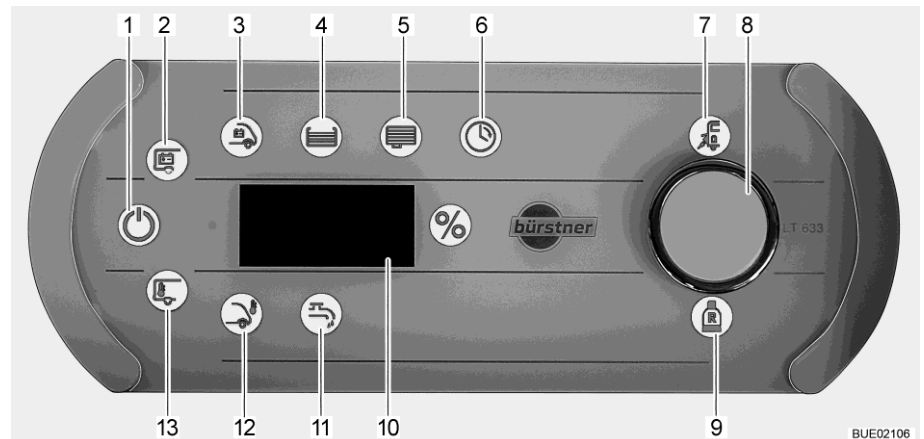

Bild 185 Panel LT 633
Das Symbol Netzkontrolle (Bild 185,7) leuchtet, wenn das Fahrzeug mit 230-V-Netzspannung versorgt wird. Die Batterien werden geladen.
- Den Drehtaster (Bild 185,8) kurz drücken. Das Symbol 12 V EIN (Bild 185,1) leuchtet. Wenn die Symbole 12 V EIN und Wohnraumbatterie (Bild 185,2) dreimal blinken, ist die Spannungsversorgung stillgelegt.
- Den Drehtaster (Bild 185,8) drücken und ca. 5 Sekunden lang gedrückt halten. Das Symbol Wohnraumbatterie (Bild 185,2) blinkt und auf der Anzeige (Bild 185,10) wird "On" angezeigt.
- Den Drehtaster loslassen. Das Symbol 12 V EIN (Bild 185,1) leuchtet. Die Spannungsversorgung ist eingeschaltet.
- Den Drehtaster drehen, bis das Symbol Wasserpumpe (Bild 185,11) leuchtet. Auf der Anzeige wird der momentane Schaltzustand ("On" oder "OFF") dargestellt.
- Den Drehtaster drücken. Der Schaltzustand wechselt von "On" nach "OFF" bzw. von "OFF" nach "On": Die Versorgung der Wasserpumpe ist eingeschaltet bzw. ausgeschaltet. Wenn die Wasserpumpe eingeschaltet ist, leuchtet das Symbol Wasserpumpe (Bild 185,11).
- Den Drehtaster drehen, bis das Symbol Wohnraumbatterie (Bild 185,2) leuchtet. Die Batteriespannung der Wohnraumbatterie wird auf der Anzeige ca. 20 Sekunden lang angezeigt (z. B. "13,8U" für 13,8 Volt).
- Den Drehtaster drehen, bis das Symbol Starterbatterie (Bild 185,3) leuchtet. Die Batteriespannung der Starterbatterie wird auf der Anzeige ca. 20 Sekunden lang angezeigt.
■ Den Drehtaster drehen, bis das Symbol Wassertank (Bild 185,4) leuchtet. Das Symbol "%" leuchtet. Der Füllstand des Wassertanks wird auf der Anzeige ca. 20 Sekunden lang angezeigt.
■ Den Drehtaster drehen, bis das Symbol Abwassertank (Bild 185,5) leuchtet. Das Symbol "%" leuchtet. Der Füllstand des Abwassertanks wird auf der Anzeige ca. 20 Sekunden lang angezeigt.
Gasreserve Das Symbol Reserve-Gasflasche (Bild 185,9) leuchtet, wenn die Reserve-Gasflasche verwendet wird.
Innen- und Außentemperatur anzeigen: ■ Den Drehtaster drehen, bis das Symbol Innentemperatur (Bild 185,13) oder Außentemperatur (Bild 185,12) leuchtet. Auf der Anzeige wird die angewählte Temperatur angezeigt.
Uhr stellen: ■ Den Drehtaster drehen, bis das Symbol Uhr (Bild 185,6) leuchtet.